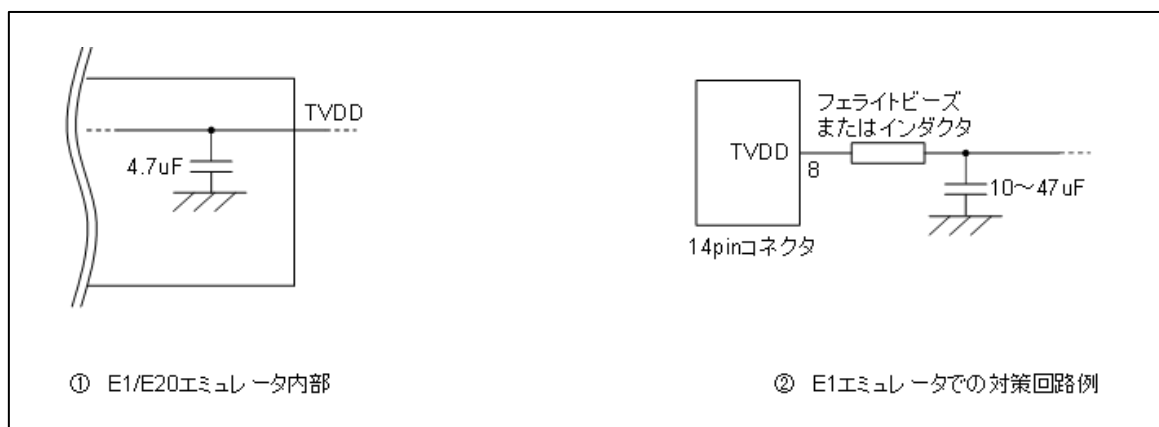

図 2-10 ホットプラグイン向け対策回路
ホットプラグイン接続を使用する可能性がある場合には、下記のような回路構成にしておく必要があります。図 2-10 ①のように E1 エミュレータの 8 番ピンには、エミュレータ内部で 4.7 μ F のコンデンサが付いているため、ホットプラグイン接続を行う場合はユーザシステム上の電源電圧が一瞬低下する場合があります。この電圧降下により MCU リセットが発生する可能性があります。図 2-10 ②に示すように、エミュレータ接続コネクタの TVDD ラインの直近にフェライトビーズ（またはインダクタ）と低 ESR で大きなコンデンサを付けることで症状を軽減することができますが、本対策は、電圧降下を完全に改善するものではありません。なお、ホットプラグイン接続はデバッグ時のみ有効な機能であり、本機能を使用する場合は、別売のホットプラグインアダプタが必要です。